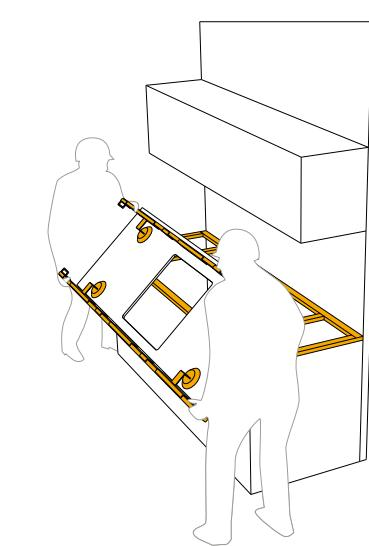

fig. 5
- Positionner le plan verticalement, en le plaçant sur le côté extérieur de la structure (fig. 5);